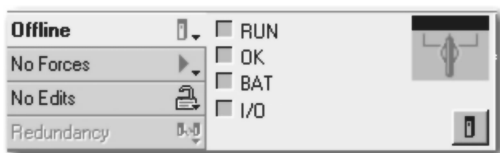

图 10-8 打开的控制器面板
2. 在 RSLogix 5000 的控制器面板中，单击“控制器属性”(Controller Properties)  按钮，如图 10-8 所示。